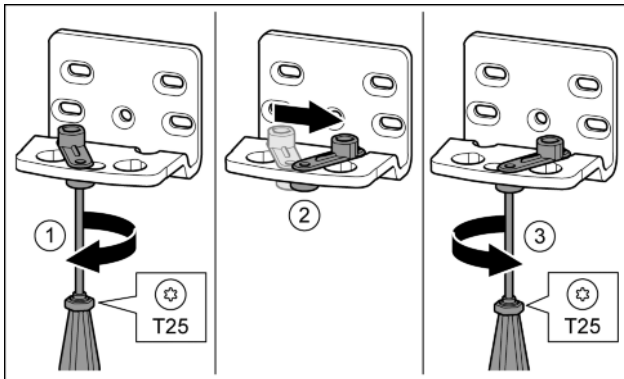

Fig. 16
- ▶ Schraube mit Schraubendreher T25 lose schrauben. *Fig. 16 (1)*
- ▶ Türschließhilfe anheben und um 90° nach rechts in Bohrung drehen. *Fig. 16 (2)*
- ▶ Schraube mit Schraubendreher T25 festschrauben. *Fig. 16 (3)*